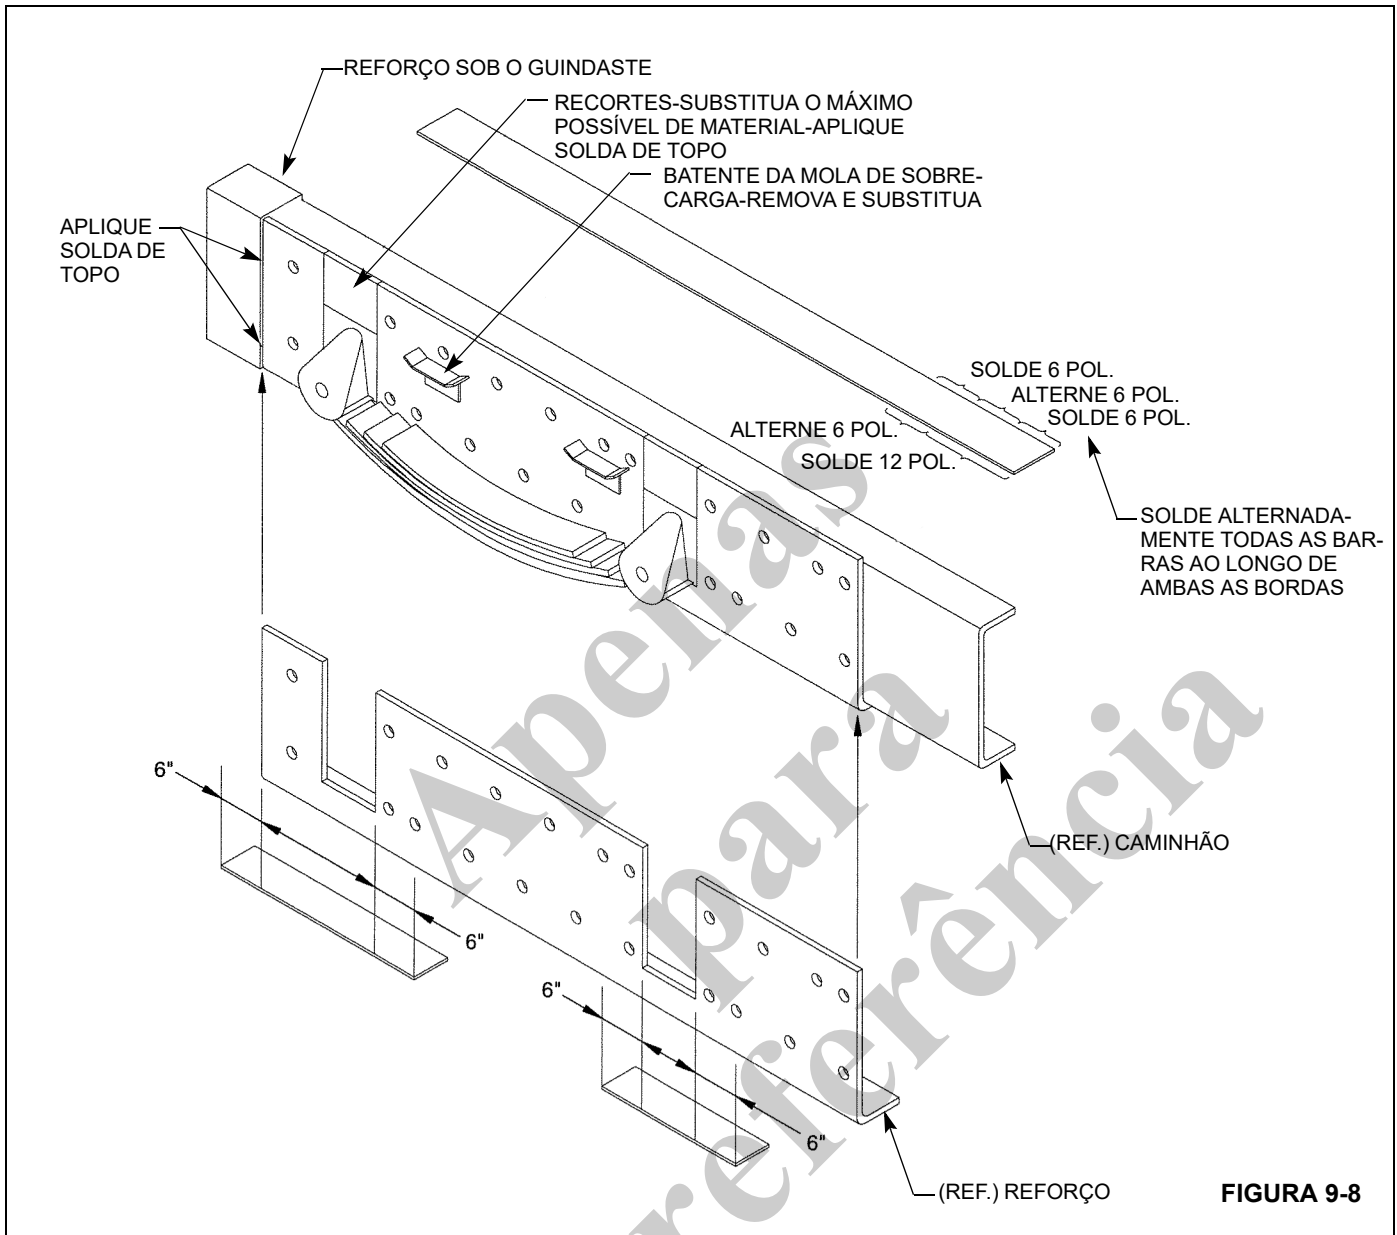

FIGURA 9-8
6. Se a estrutura até a suspensão traseira não atender às especificações mínimas do RBM e do módulo da seção conforme mostrado na tabela *Resistência da estrutura do caminhão*, página 9-9, ela pode ser reforçada adicionando uma cantoneira de reforço, conforme a Figura 9-8.